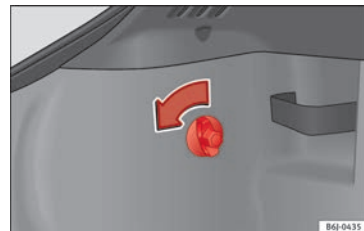

Fig. 195 Accès aux feux arrière.
- Tournez la vis dans le sens de la flèche à la main ou avec un tournevis » » » fig. 195.
- Retirer le connecteur du logement (A) » fig. 195.